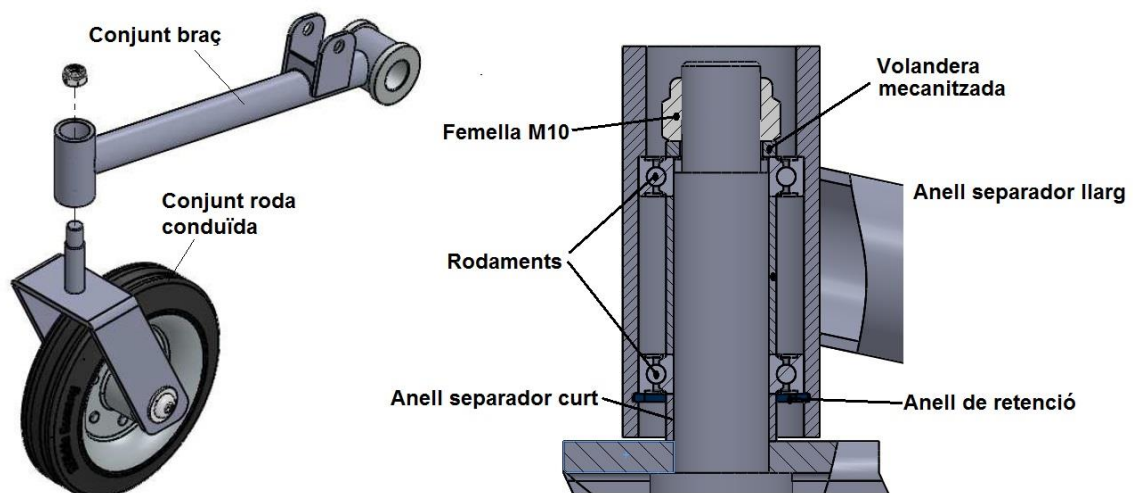

Figura PC-11. Muntatge del Conjunt roda conduïda amb el braç i detall de la unió.
2. Fixació entre la roda conduïda i el braç. La unió consisteix en passar l'eix vertical del "Conjunt roda conduïda" a través de l'extrem del braç on hi ha els diferents elements que faran possible el gir de 360° de la roda. Acte seguit s'hi fixa un cargol i una volandera de M10, tal com s'aprecia en la figura PC-11.